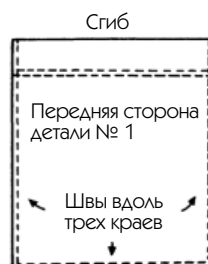

Рис. 540
1. Внешне данный карман не будет отличаться от предыдущего: тот же сгиб вдоль верхнего края и два слоя ткани, стачанные по бокам и низу. Сравните рис. 546, расположенный напротив, с рис. 540.